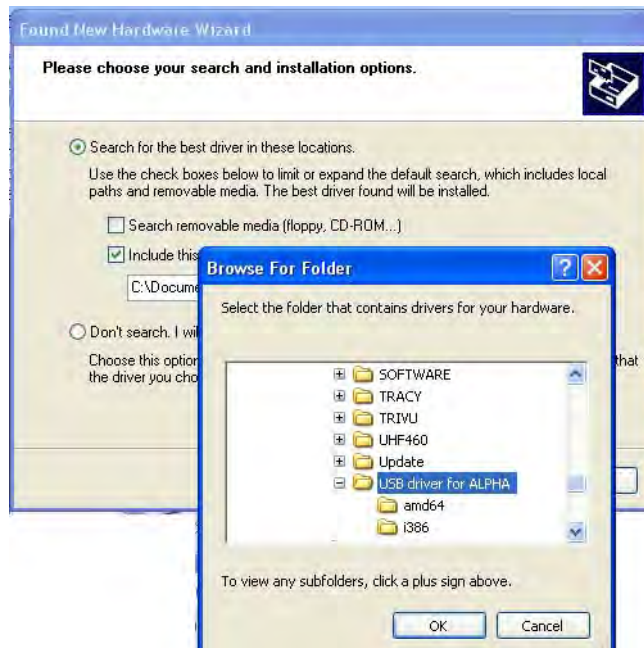

Рисунок 12. Выбор папки с USB драйвером
- Выберите *Continue Anyway* (Рис. 12)